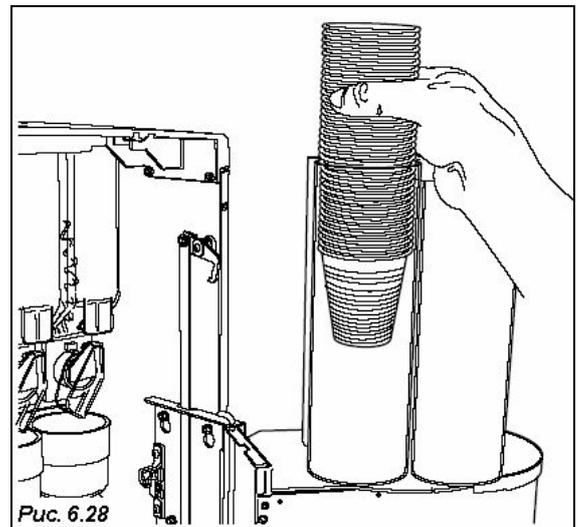

Рис. 6.28
- Вставьте стопку стаканчиков в цилиндрическую стойку, не поворачивая ее (Рис. 6.28).